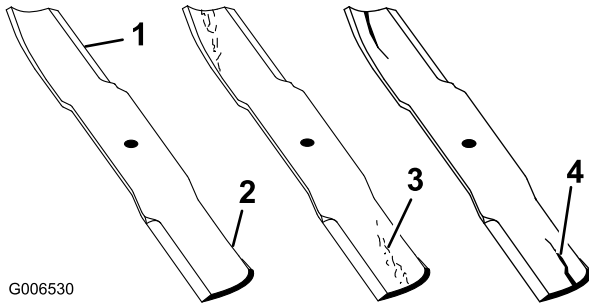

Figure 74
1. Examinez le tranchant des lames (Figure 74). Si les lames ne sont pas tranchantes ou si elles présentent des indentations, déposez-les et aiguisiez-les. Voir Affûtage des lames.
2. Inspectez les lames, surtout la partie relevée (Figure 74). Remplacez immédiatement toute lame endommagée, usée ou qui présente une entaille (Figure 74).